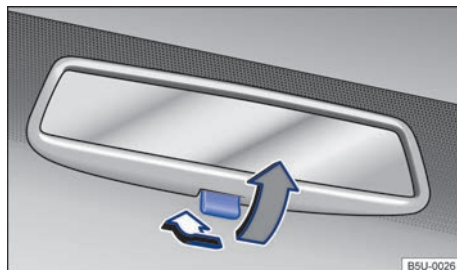

Fig. 67 En el parabrisas: espejo retrovisor interior antideslumbrante manual.
- Posición de noche: tirar de la palanca → **fig. 67** (flecha gris), para evitar el deslumbramiento de los faros de los vehículos que circulan detrás.